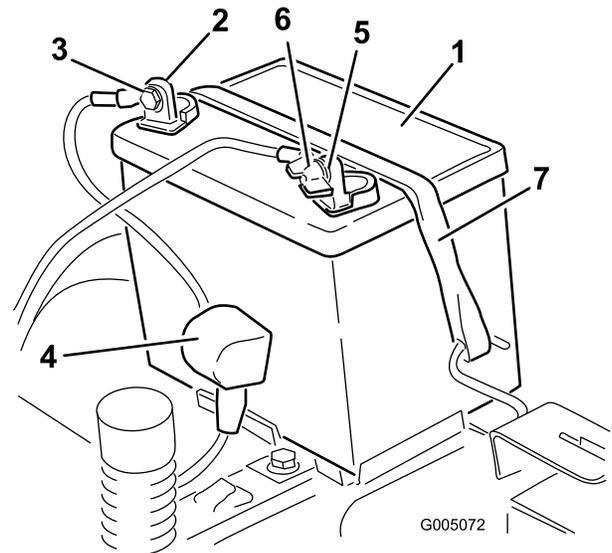

Bild 39
4. Klemmen Sie das Minuskabel (schwarz) vom Batteriepol ab (Bild 39). Bewahren Sie alle Befestigungen auf.
vom Batteriepol ab (Bild 39). Bewahren Sie alle Befestigungen auf.
6. Nehmen Sie die Batterieklemme ab (Bild 39) und heben Sie die Batterie aus dem Ständer heraus.
1. Legen Sie die Batterie in den Ständer, wobei die Klemmen zur Betriebsstellung weisen (Bild 39).
5. Befestigen Sie die Batterie mit der Befestigung (Bild 39).